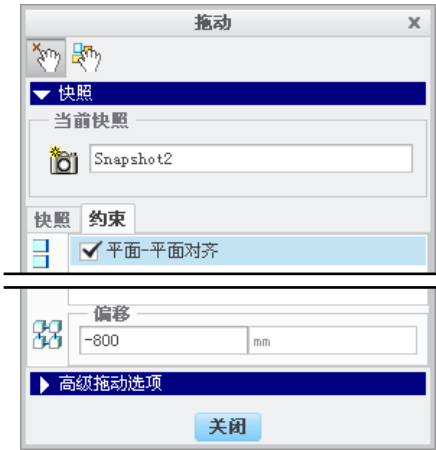

图 10.2.13 “约束”选项卡
- ② 在图 10.2.13 所示的 **约束** 选项卡的“偏移”文本框中输入 **偏距值**-800，并按回车键。
- ③ 单击“拖动”对话框中的  按钮，生成 Snapshot2 快照。